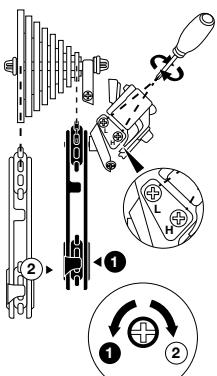

Abb. 17. Einstellung der Endanschläge am Schaltwerk
2. Die obere Leitrolle sollte genau unter dem kleinsten (unterer Anschlag) oder größten Ritzel (oberer Anschlag) sitzen. Wenn die Leitrolle nicht korrekt ausgerichtet ist, müssen Sie die Schraube für den Endanschlag entsprechend nach links oder rechts drehen, um die richtige Ausrichtung zu erreichen (siehe Abb. 17).